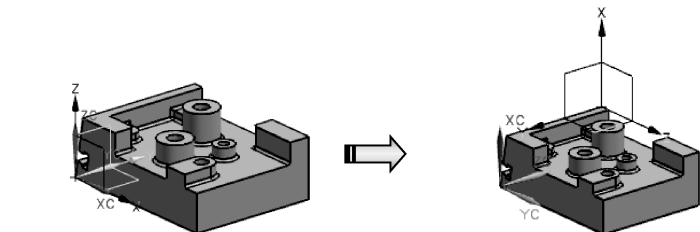

图 1-56 基准坐标系编辑前后的变化
- 06 单击【基准 CSYS】对话框中【确定】按钮，基准坐标系发生变化。前后位置及方向的对比如图 1-56 所示。